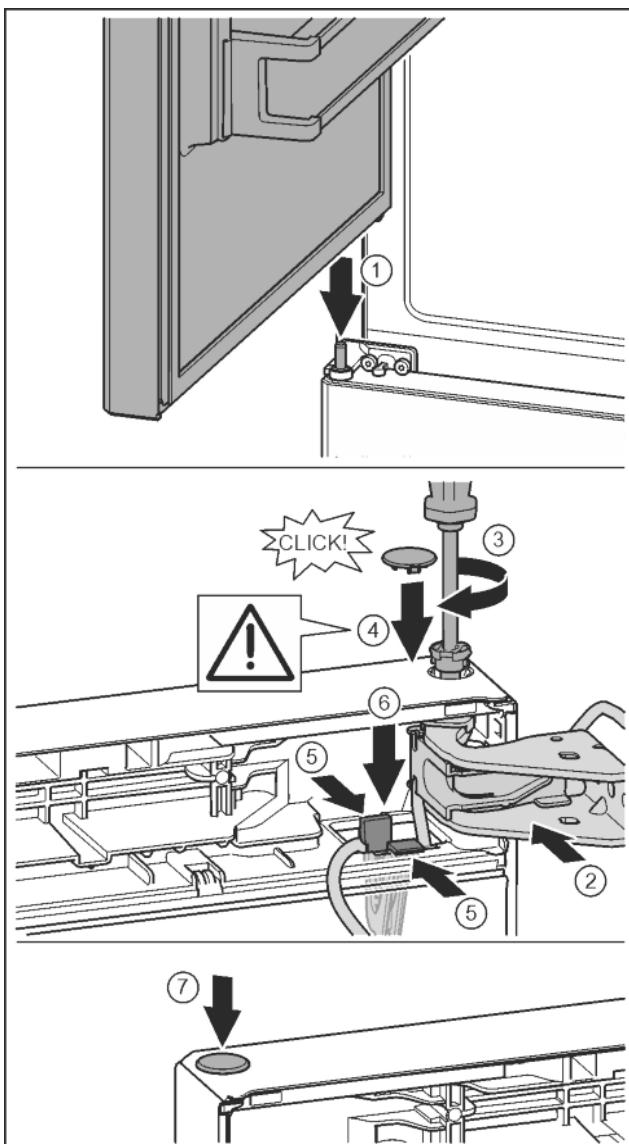

Fig. 34
- ▶ Установка верхней двери на средний опорный палец *Fig. 34 (1)*
- ▶ Дверь вверху выровнять по отверстию в опорном кронштейне. *Fig. 34 (2)*
- ▶ Вставить палец и затянуть отверткой T15. *Fig. 34 (3)*
- ▶ Установить предохранительную крышку для защиты двери: вставить предохранительную крышку и проверить, прилегает ли она к двери. В ином случае вставить палец полностью. *Fig. 34 (4)*
- ▶ Вставить держатель кабеля с закрепленным на нем кабелем в отверстие. При этом более длинное отверстие соединительной накладки должно быть направлено вперед. *Fig. 34 (5)*
- ▶ Прижать держатель вниз так, чтобы соединительная накладка защелкнулась. *Fig. 34 (6)*
- ▶ Вставить заглушку. *Fig. 34 (7)*